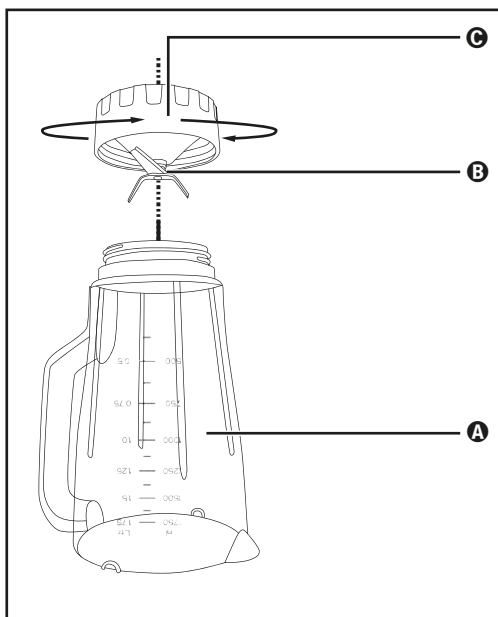

Abb. 3
- 2) Stellen Sie das Gerät auf den Kopf und drehen Sie das untere Plastikteil C des Mixaufsatzes ③ gegen den Uhrzeigersinn, so dass es sich vom oberen Plastikteil A des Mixaufsatzes ③ lösen lässt (siehe Abb. 3).